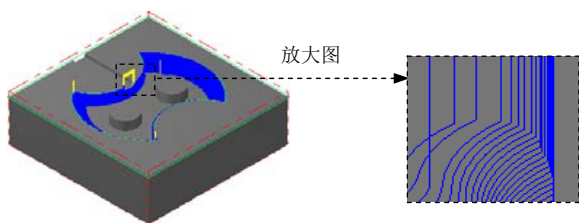
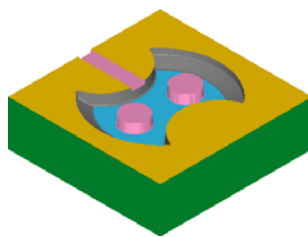

图 22.50 刀具路径
图 22.51 仿真结果
(1) 在“曲面精加工等高外形”对话框中单击 **等高外形精加工参数** 选项卡，在 **Z 轴最大进给量** 文本框中输入值 0.1。
(2) 在 **两区段间的路径过渡方式** 区域选中 **高速回圈** 单选项，在 **斜插** 文本框中输入值 4.0，确认选中 **切削顺序最佳化** 复选框，其他参数均采用系统默认设置值。
(3) 单击 **切削深度(D)...** 按钮，系统弹出“切削深度设置”对话框，在 **增量的深度** 区域的 **第一刀的相对位置** 与 **其他深度的预留量** 文本框中均输入值 0。单击 **✓** 按钮，系统返回至“曲面精加工等高外形”对话框。
Step9. 单击“曲面精加工等高外形”对话框中的 **✓** 按钮，完成加工参数的设置，此时系统将自动生成图 22.50 所示的刀具路径。
(1) 在 **刀具路径管理器** 选项卡中单击 **✓** 按钮，然后单击 **🔍** 按钮，系统弹出“Mastercam Simulator”对话框。
(2) 在“Mastercam Simulator”对话框中单击 **▶** 按钮，系统将开始进行实体切削仿真，结果如图 22.51 所示。单击 **✕** 按钮，关闭“Mastercam Simulator”对话框。